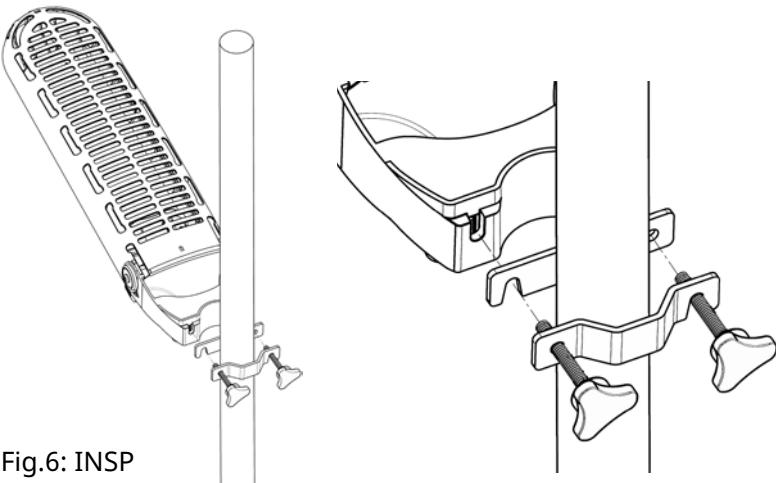
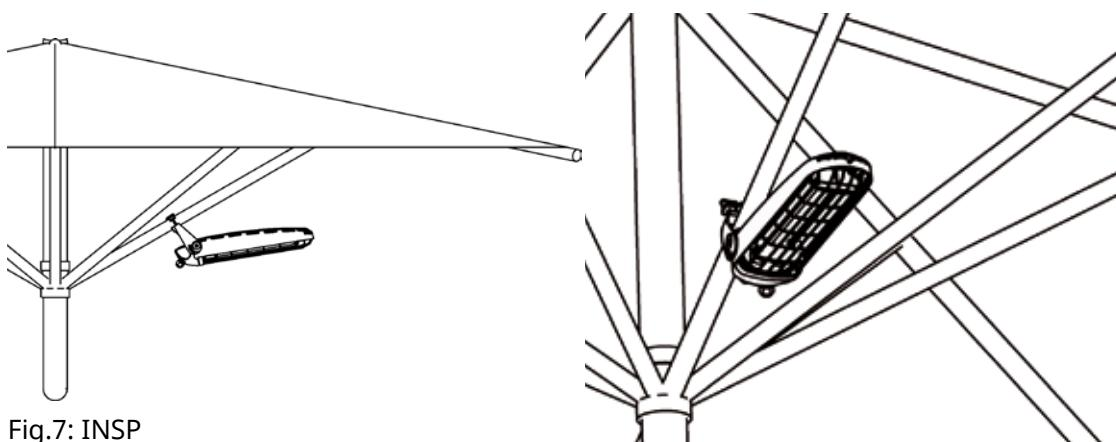
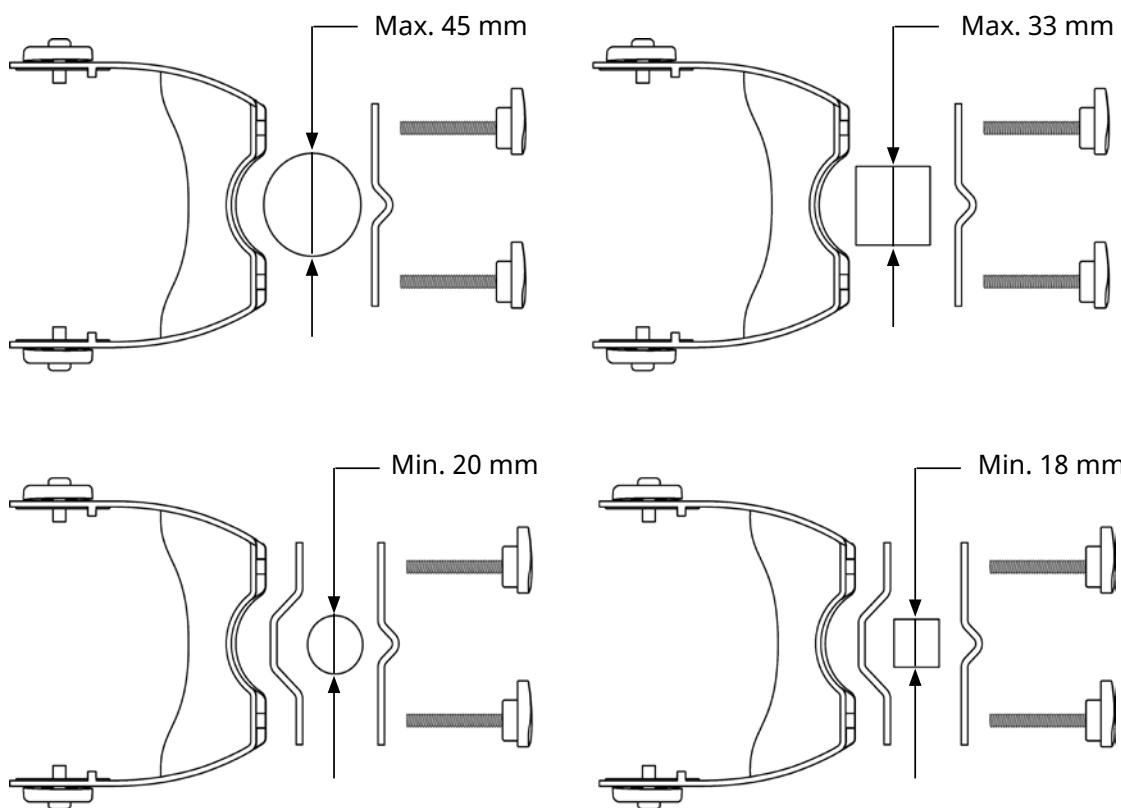

Fig.6: INSP
Fig.7: INSP
Fig.8: INSP
Montering på en stang (fig. 6) eller en parasoll. (fig. 7). Varmeren kan festes til en stang eller til spilene på en parasoll med parasollklemmen INSP (tilbehør). Klemmen kan festes på en rund stang/spile med en diameter på 20–45 mm, eller på en firkantet med sider på 18–33 mm. Forsikre deg om at stangen er stabil og solid før du fester apparatet. Monteringsalternativene vises i fig. 8.
1. Kontroller om den innvendige klemmen er nødvendig, se fig. 8.